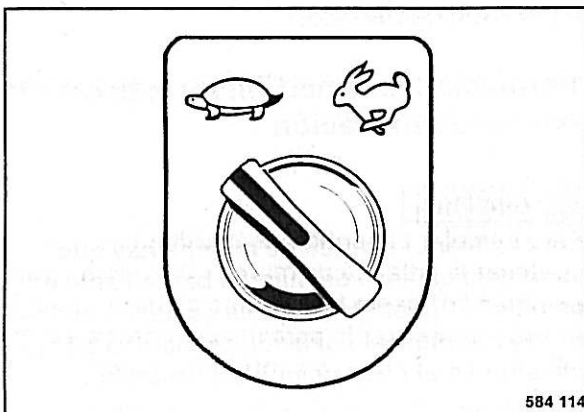

Fig. 43
- Conectar el margen de traslación velocidad de trabajo (Fig. 43) (tortuga).